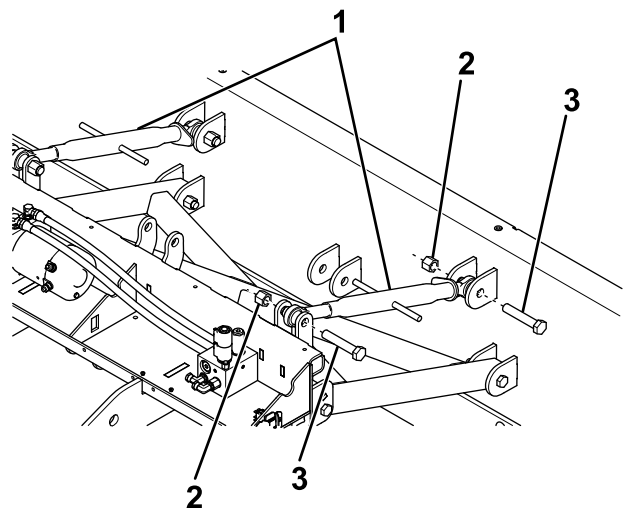

Figure 6
3. Fixez sans serrer les biellettes supérieures aux supports supérieurs de la lame centrale au moyen de 2 boulons ($\frac{3}{4}$ x 4 po) et contre-écrous, comme illustré à la Figure 6.
4. Fixez sans serrer les biellettes supérieures aux supports supérieurs de l'ensemble coupleur au moyen de 2 boulons ($\frac{3}{4}$ x 4 po) et contre-écrous (Figure 6).